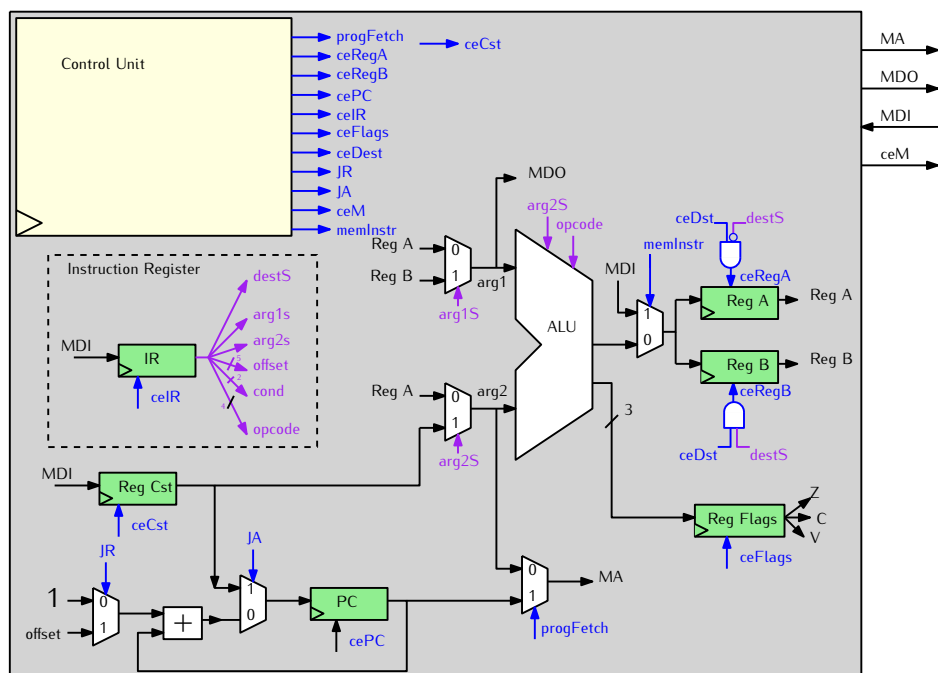
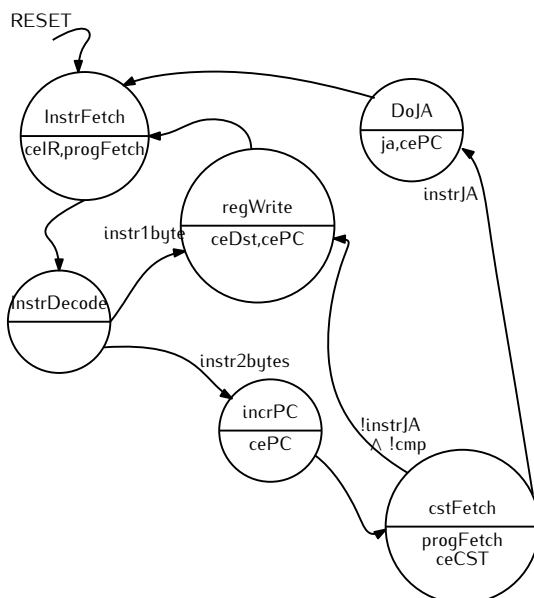

FIGURE 1 – Le datapath de la micro-machine.
FIGURE 2 – Automate de la version initiale de notre micro-machine Digital.
Intéressons nous maintenant à la machine qui va exécuter cet assembleur. Nous présentons Ici le *datapath* de la micro-machine (Fig. 1). Pour l'instant on ne peut pas comprendre complètement ce *datapath* mais on peut en comprendre certaines parties.
Étudions maintenant un peu plus en détail l'architecture de l'unité de calcul de la micro-machine de la Fig. 1.
L'automate de contrôle (correspondant à la boîte *Control Unit* sur la Fig. 1) est représenté en Fig. 2. On voit que cet automate comprend 6 états nommés *InstrFetch*, *InstrDecode* (correspondant aux notions de *Fetch* et *Decode* vues en cours), *regWrite* (correspondant au *Write Back*), *incrPc* (qui permet d'incrémenter PC pour lire une constante), *cstFetch* (qui charge une constante) et *DoJA* (qui exécutera l'instruction de saut absolu JA).
- **MM Control Unit** : L'unité de contrôle ou décodeur d'instruction, qui implémente l'automate représenté en Fig 2 (et qui est aussi représenté par le bloc `Control Unit` sur la Fig. 1).
- **MM DataPath** : le chemin de donné, représenté en Fig. 1.
QUESTION 6 ► Faites le lien entre le fichier `mm-minimale.dig` et les figures 1 et 2. En particulier, vous prendrez soin de repérer l'ALU, l'automate de contrôle, les registres `A`, `B`, `PC` et `Reg Cst`.
- Suivez les transitions d'état sur le dessin de la figure 2.